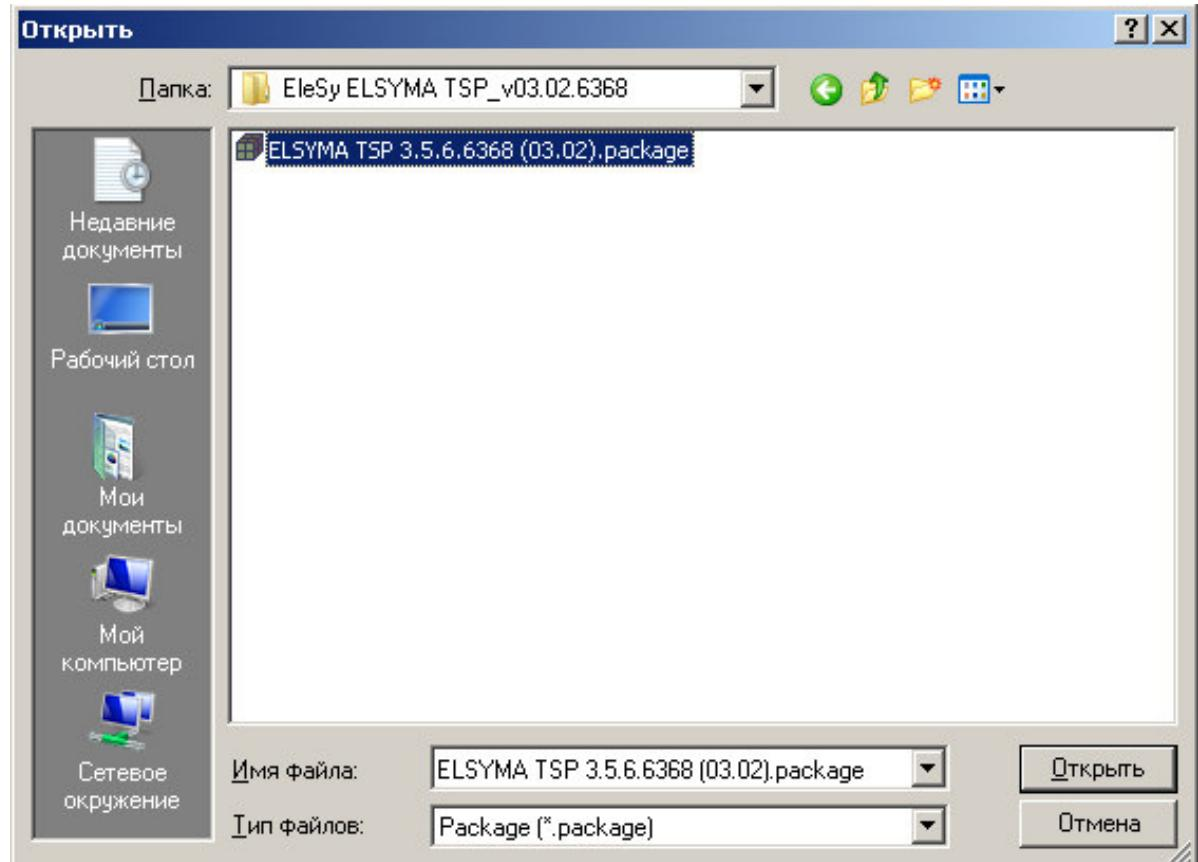

Рисунок 2.3 – Система разработки CoDeSys. Окно выбора файла
- 3) Нажать кнопку "Установить ..." и в окне выбора файла (рисунок 2.3) выбрать файл ELSYMA TSP (<version>.package).